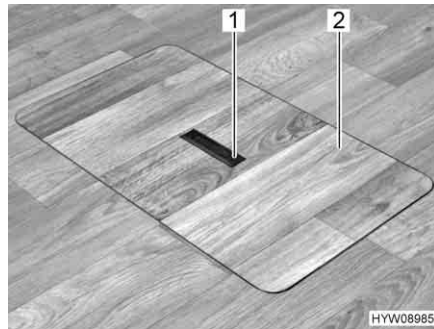
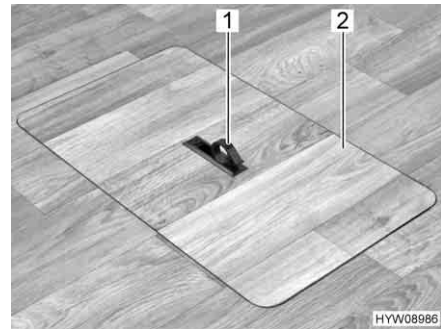

Fig. 70 Copertura vano pavimento (maniglia abbassata)
Fig. 71 Copertura vano pavimento (maniglia estratta)
- Spingere la piastra di presa (Fig. 70,1) verso il basso da un lato. La maniglia (Fig. 71,1) viene ruotata verso l'alto.
- Alzare la copertura (Fig. 71,2).
- Collocare la copertura (Fig. 71,2) nell'intelaiatura presente sul fondo.